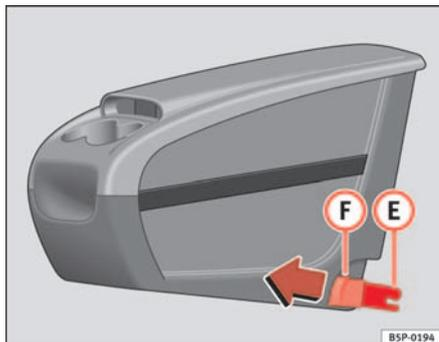
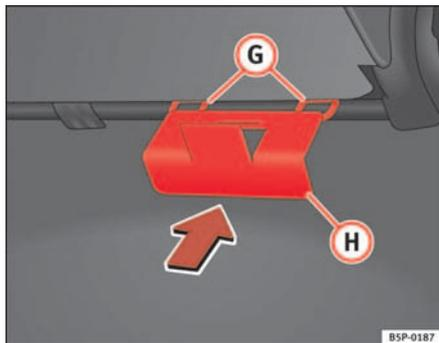

Fig. 110 Cassetto portaoggetti estraibile. Montaggio
Fig. 111 Piastra di fissaggio del cassetto portaoggetti estraibile
- Collocare dall'interno del veicolo la piastra di fissaggio (H) ⇒ fig. 111 del cassetto portaoggetti estraibile, facendolo passare attraverso la parte posteriore del sedile. Deve essere collocato fra lo schienale e il piano del sedile, nella zona del posto centrale.
- Agganciare i due pezzi di fissaggio (E) ⇒ fig. 110, con i due anelli di fissaggio (G) ⇒ fig. 111 e premere con forza fino a quando le due pinze si incastrano completamente con gli anelli.
- Tirare in avanti entrambi i pulsanti ⇒ fig. 110 (F) delle pinze (pulsanti rossi), fino a quando non si sente lo scatto.